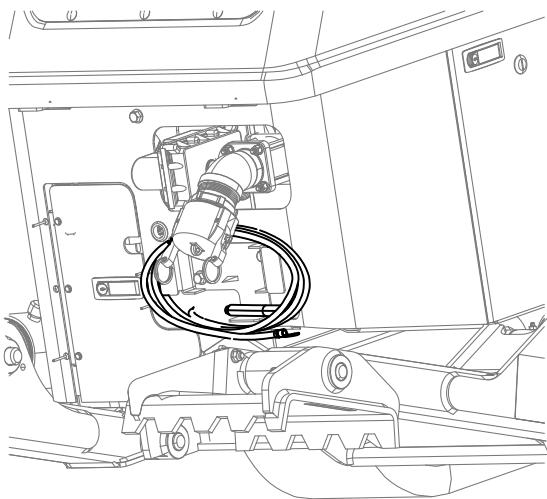

Figure 59
- 1. **Retirez le piquet de mise à la terre de son support sur le côté de la plate-forme de l'opérateur (Figure 59).**